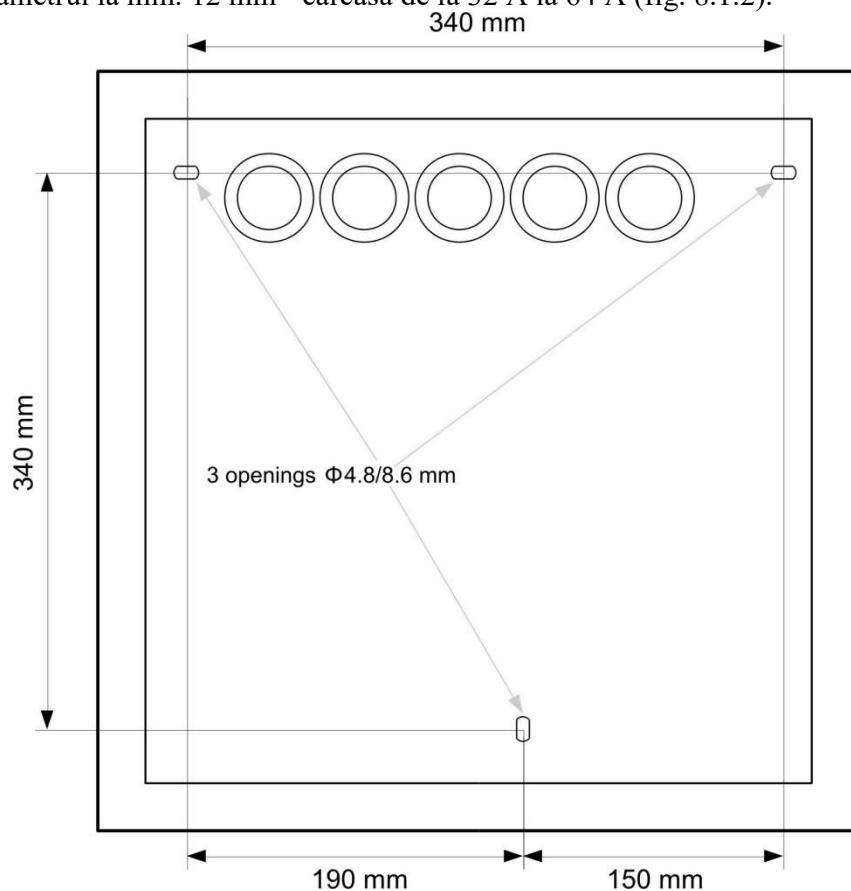

Fig. 8.1.1 Panou de control UCS (carcasă până la 16 A) fixare
- se monteaza pe perete cu trei șuruburi M5 și șuruburi de ancorare de dilatare cu diametrul la min. 8 mm – carcasa până la 16 A (fig. 8.1.1),